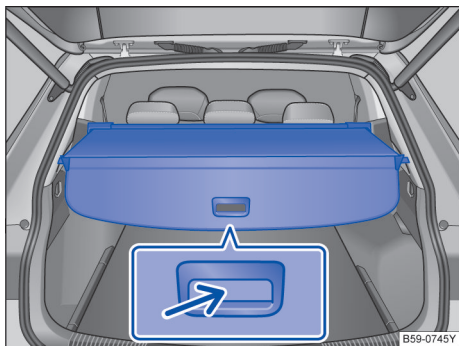

图 191 在行李厢中：已关闭的行李厢盖板
- 抓住把手→图 191（小箭头），向后拉动盖板并挂入侧面固定槽中。